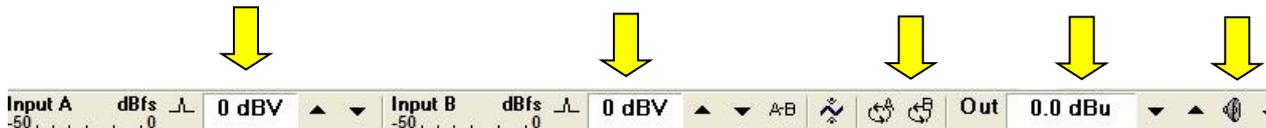

图 3-19
3) 校正前请注意所有的输入数据都是零, 所有的按键都是弹起状态! (如图3-19)